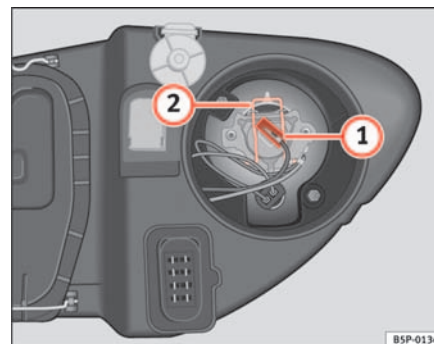

Fig. 178 Máximos
- Retirar o conector ⇒ fig. 178 ① da lâmpada.
- Prima a mola de fixação ⇒ fig. 178 ② pressionando-a para dentro e para a direita.